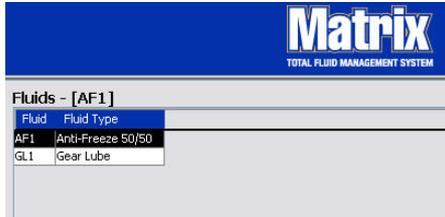

ABB. 97
6. Um den einem Fluid zugewiesenen Namen oder den einem Namen zugewiesenen Fluidtyp zu ändern (ABB. 97), heben Sie den Eintrag hervor, der im Fluide-Hauptfenster aufgeführt ist.